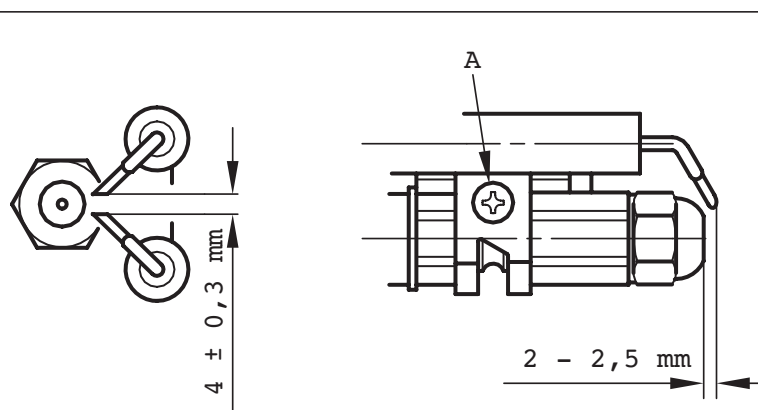

Fig. 17
4.7.2 Limpieza cabezal de combustión (fig. 17)
Para efectuar la limpieza del cabezal de combustión proceder como sigue a continuación (fig. 17):